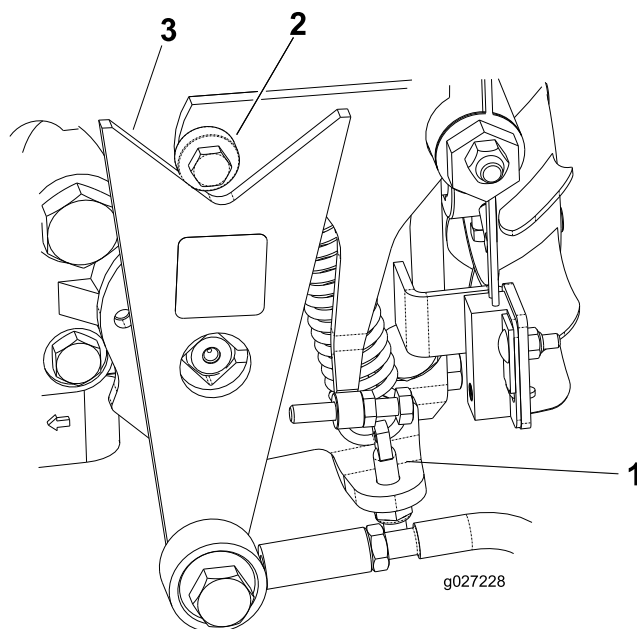

Рисунок 49
- Если колеса вращаются в правильном направлении, выключите двигатель и отрегулируйте контргайку регулировочного штифта пружины (Рисунок 49). Отрегулируйте нейтральное положение трансмиссии; см. Регулировка нейтрали тягового привода \(страница 36\).